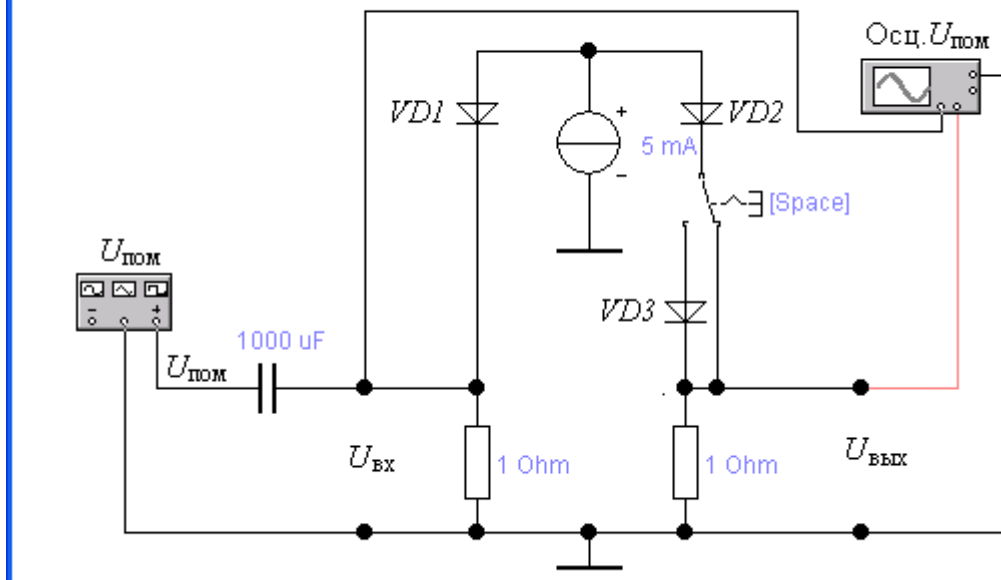

Рис. 8. Схема лабораторного стенда
4.4.1. Відкрийте файл „№ Ф2.2 Розгал. дин.” (рис. 8).